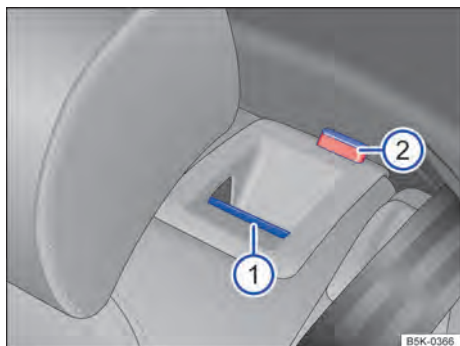

Fig. 66 No encosto do banco traseiro: botão de destravamento.
- Puxar o botão de destravamento → Fig. 66  para frente e, ao mesmo tempo, rebater o encosto do banco traseiro para frente.
- A respectiva parte de encosto do banco traseiro estará destravada quando a marcação vermelha → Fig. 66  estiver visível.
- A marcação vermelha → Fig. 66  não pode mais estar visível.